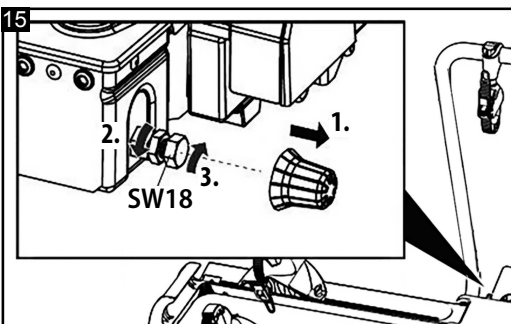

Figura 15: regolare il dispositivo di fissaggio rapido
- Allentare leggermente il controdado (Figura 15).
- Ruotare la vite di regolazione di un quarto di giro (Figura 15).